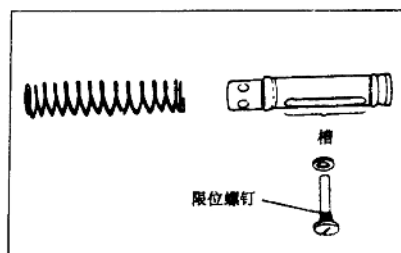

图 1-6
(1) 在拆卸和安装补油阀限位螺钉时, 应用旋具推动主缸体内的活塞。
(2) 安装补油阀限位螺钉时, 应使补油阀限位螺钉对准活塞总成的窄槽, 见图 1-6。
(3) 检查活塞帽的方向。